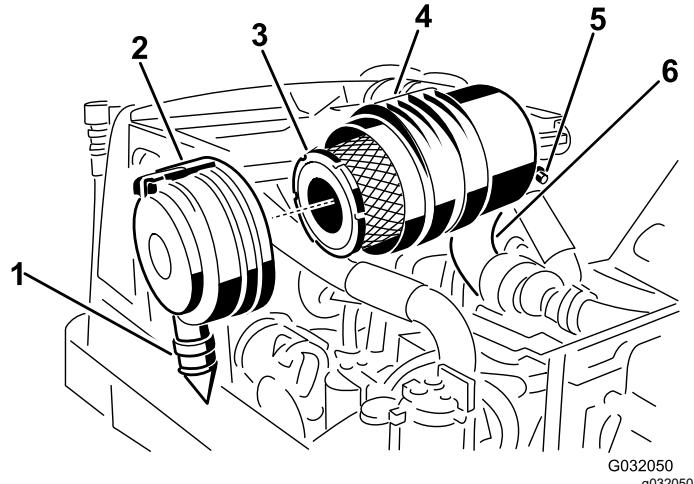

Figura 44
3. Sostituite il filtro primario dell'olio (Figura 44).
2. Togliete il filtro primario dell'olio (Figura 44).
ore 5 e le ore 7 vista dall'estremità e fissate il fermo (Figura 44).